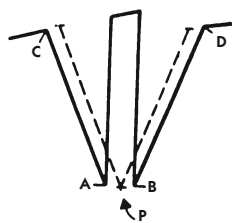

Рис. 535
3. С обеих сторон от точки Р проведите 2 линии, параллельные сторонам вытачки (рис. 535, засечки А и В).
4. Снаружи от каждой проведенной параллельной линии отложите половину величины распах настоящей вытачки и проведите линии новых вытачек, как показано на рис. 535 (линии AC и BD).